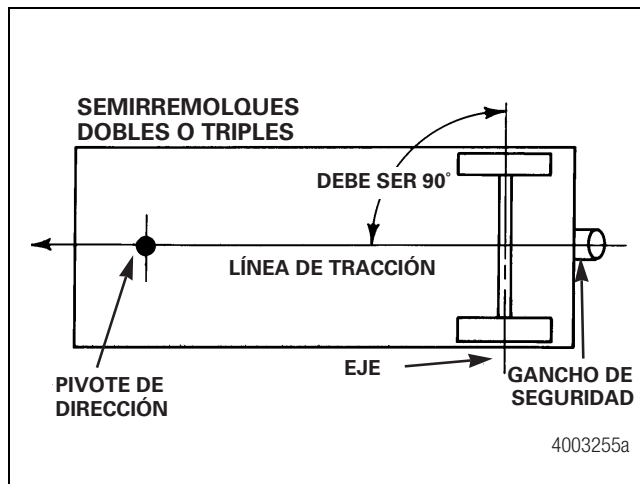
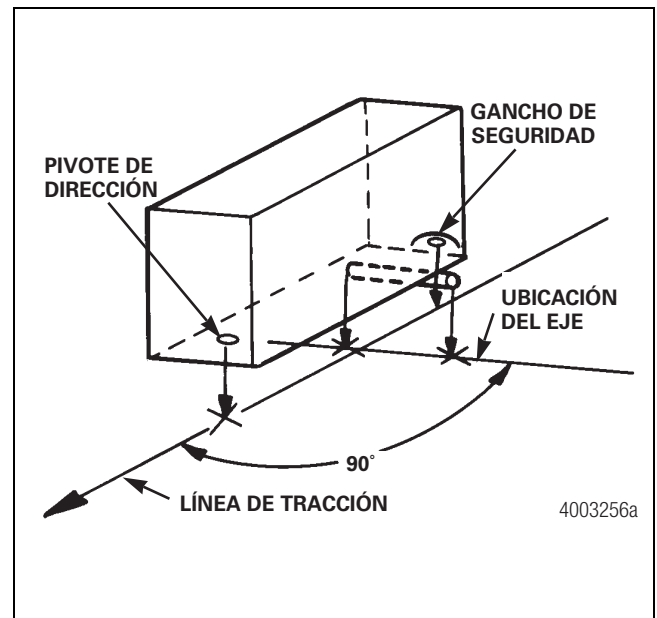

Figura 8.11
Figura 8.12
- Cuelgue cuerdas de plomada desde los centros exactos del pivote de dirección y el gancho de seguridad. Para establecer la línea de tracción del semirremolque, marque estos puntos en el suelo y trace una línea entre ellos usando un cordel entizado. Figura 8.11 y Figura 8.12.